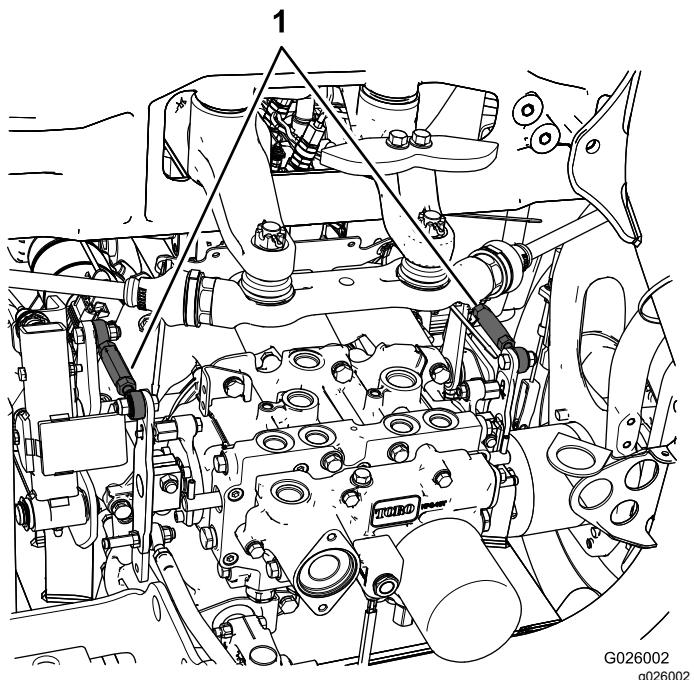

Figura 46
- Se o pneu traseiro esquerdo estiver a rodar, desaperte as porcas de bloqueio na barra de controlo da transmissão esquerda (Figura 46).